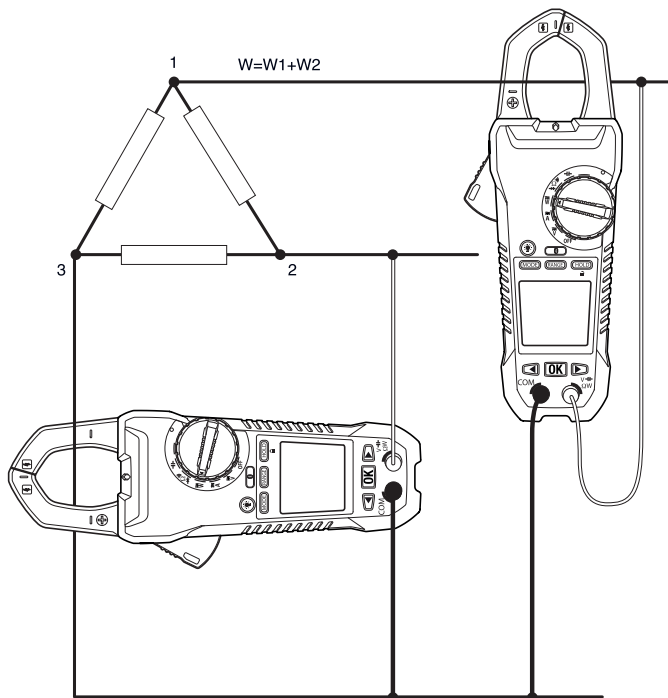

Figure 5.4 Mesures en réseau triphasé à 3 fils
La mesure de la puissance d'un réseau configuré en triphasé à 3 branches (montage en triangle) s'effectue en 2 étapes, selon la Figure 5.4. La puissance totale est la somme des 2 mesures : $W = W_1 + W_2$.
3. Faites 2 mesures de puissance active, selon la Figure 5.4.